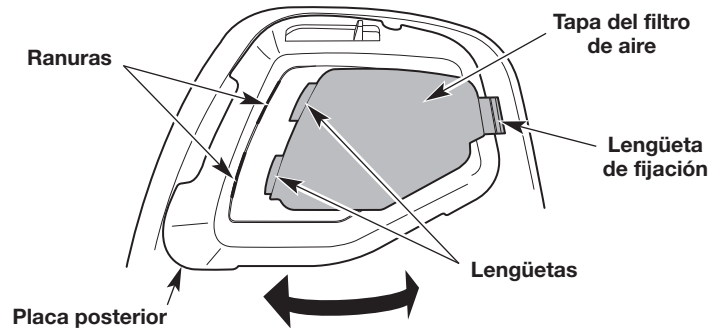

Fig. 22
1. Abra la cubierta del filtro de aire: oprima la lengüeta de fijación y gire la cubierta del filtro de aire hacia la izquierda (Fig. 22).
7. Cierre la cubierta del filtro de aire: inserte las lengüetas de la cubierta del filtro de aire en las ranuras de la placa posterior. Gire la cubierta del filtro de aire hacia la derecha y oprímala para cerrarla hasta que la lengüeta de fijación calza a presión en su lugar (Fig. 22).